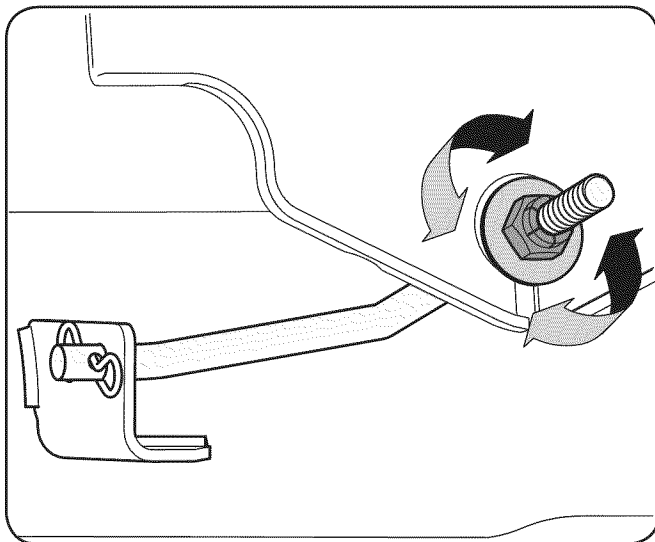

Figura 6-4
- Localice la contratuerca y la tuerca de seguridad que se encuentran en la parte delantera de la ménsula estabilizadora. Vea la Figura 6-4. Después de aflojar la contratuerca: